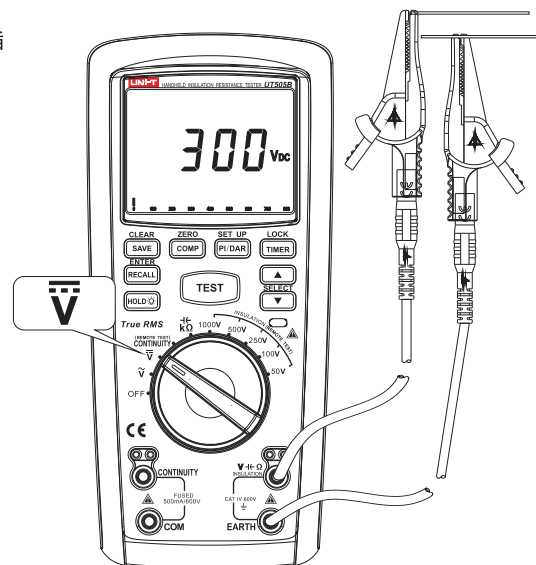

图5
2、直流电压测量(见图5)
- ① 将红色表笔插入"V" 插孔(红色孔),黑色表笔插入"EARTH" 插孔(黑色孔)。
- ② 将转盘开关旋转至"V" 档位, 并将表笔并联到待测电源或者负载两端上。
- ③ 从显示屏上即可读出当前的直流电压测量值。
- ④ 在测量过程中如果想保存测量电压值只需按下"SAVE/CLEAR" 按键即可保存。